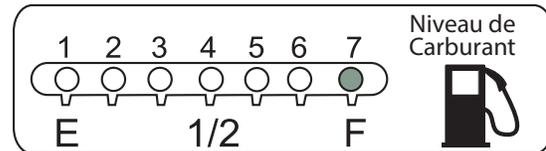

Figure 13. Jauge de carburant
3. Lire les voyants d'état de la jauge de carburant (Figure 13) sur le panneau de commande et déterminer si le niveau de carburant est bas. Référence Tableau 13 pour l'indication du niveau de la jauge de carburant par DEL.